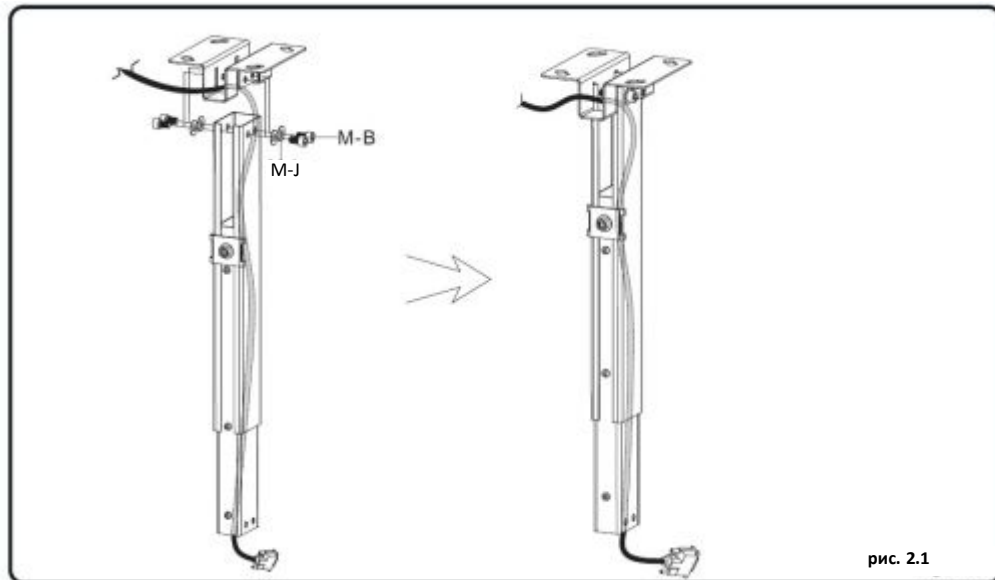

рис. 2.1
- Закрепить телескопическую штангу к потолочной пластине четырьмя винтами (M-B) с четырьмя шайбами (M-J), как показано на рис. 2.1.